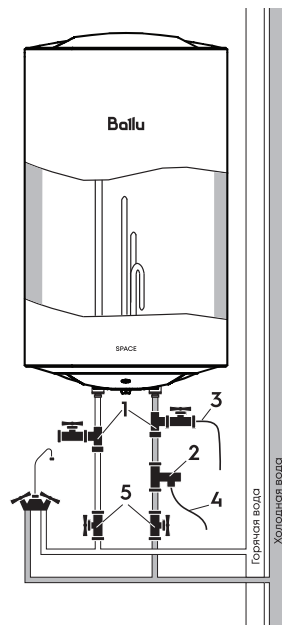

Рис. 5.
2. Подключение обратного предохранительного клапана (рис.5, поз. 2): клапан следует устанавливать в месте входа холодной воды (удостоверьтесь, что гибкая сливная трубка (рис.5, поз. 4) установлена, на отверстие спуска давления и слива воды и направлена вниз в специальный дренаж для удаления воды).
3. При подключении к системе водоснабжения необходимо предусмотреть и реализовать установку индивидуальных запорных вентилей (рис. 5, поз. 5) на линии подачи холодной воды в водонагреватель и на линии выхода горячей.
5. Для упрощения процесса слива воды из водонагревателя рекомендуется на входе и выходе воды из водонагревателя установить тройники (рис. 5, поз.1).